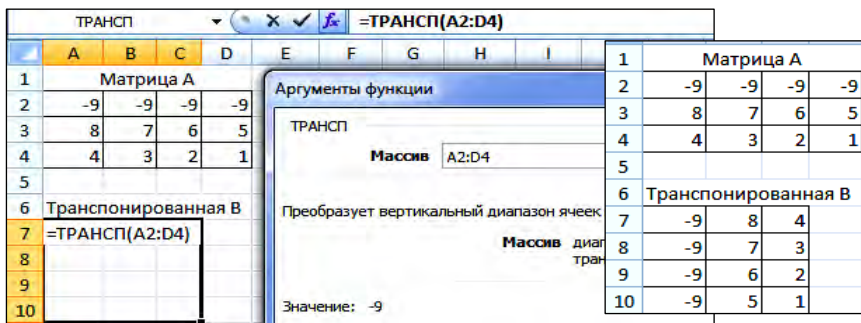

Рис. 7.3. Транспонирование матрицы с помощью функции ТРАНСП
**I способ.** Дана матрица  $A$  ( $3 \times 4$ ). Необходимо выбрать диапазон для транспонированной матрицы  $B$  размером  $4 \times 3$ . Вызвать *Мастера функций* и в категории *Ссылки и массивы* выбрать функцию **ТРАНСП**. В аргументах этой функции указать диапазон исходного массива  $A$  и нажать клавиши  $Ctrl + Shift + Enter$  (рис. 7.3).